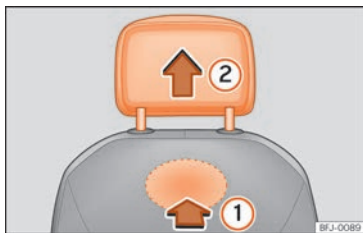

Fig. 106 Apoyacabezas delantero: desmontaje.
- Para desbloquearlo, busque el rebaje situado en la parte posterior del respaldo por la zona marcada y presione en el sentido de la flecha »» fig. 106 ①.
- Extraiga el apoyacabezas en el sentido de la flecha ②.